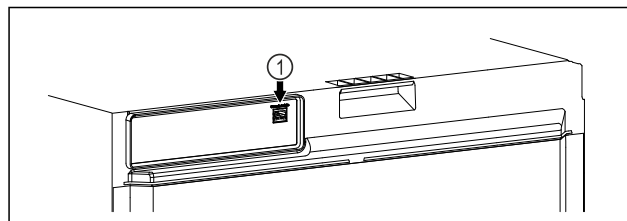

Fig. 109
- ☐ SmartModule Fig. 109 (1) je nasadený.